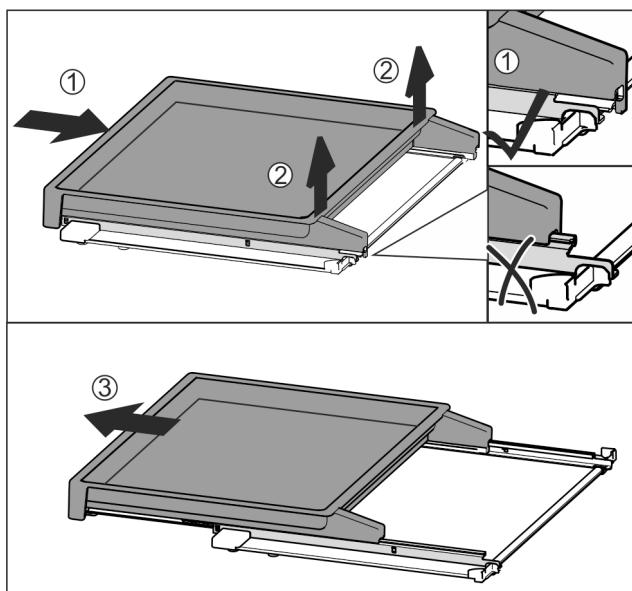

Fig. 114
- Izvlečno polico v celoti potisnite noter Fig. 114 (1).
- Sprostite zaskočni element na zadnji strani Fig. 114 (2).
- Izvlečno polico povlecite naprej in jo odstranite Fig. 114 (3).